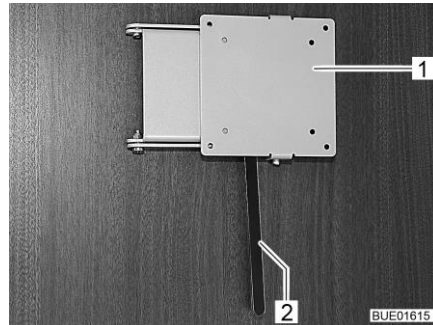

Fig. 111 Soporte con palanca de desbloqueo
- Empujar la palanca de desbloqueo (Fig. 111,2) hacia el lado y girar el soporte (Fig. 111,1) junto con la pantalla plana a la posición deseada.
- Girar la pantalla plana hacia la posición inicial hasta que el soporte (Fig. 111,1) engatille en el bloqueo.